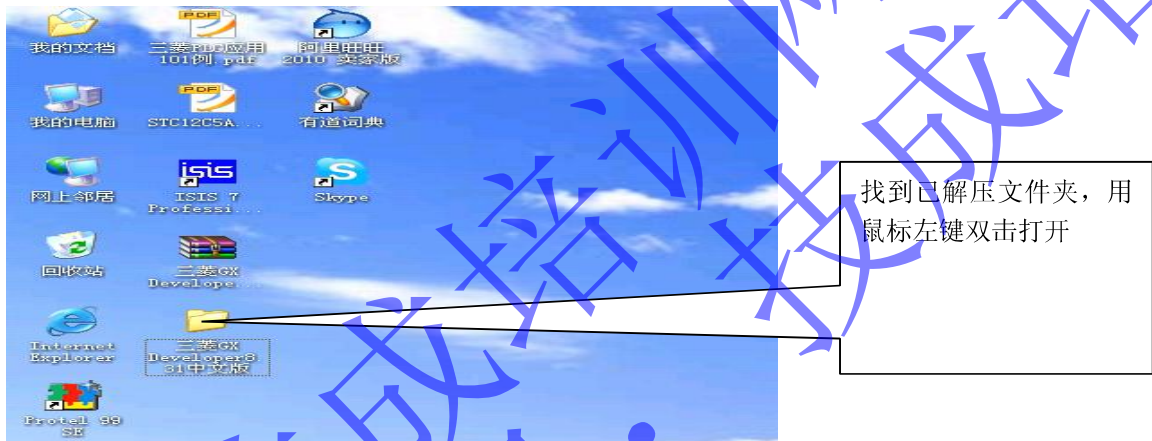

图 3-8 软件安装
*找到三菱 GXDevelo... 压缩文件包，解压缩后 如下图 3-8 所示。
安装步骤到图3-8时最好把其它应用程序关掉：包括杀毒软件，防火墙，IE，办公软件。因为这些软件可能会调用系统的其他文件，影响安装的正常进行。